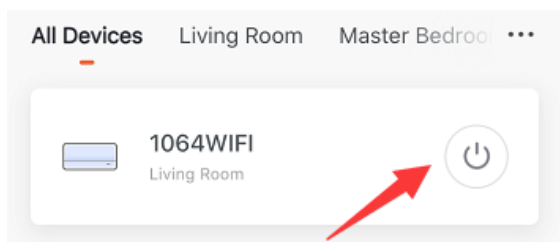

bild 5
8. Tryck på pilen i övre vänstra hörnet för att komma tillbaka till startsidan där du enkelt kan slå på eller stänga av apparaten. (Bild 5)